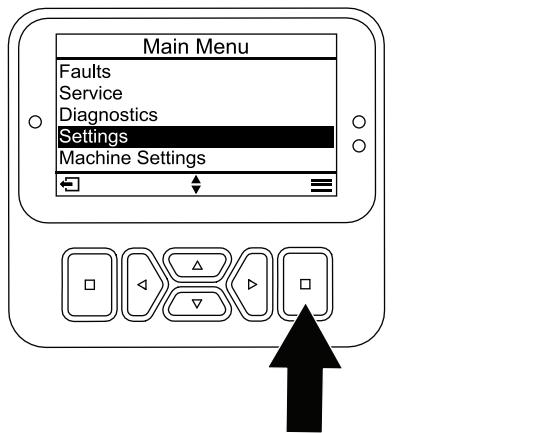

Figure 22
- Depuis le MENU PRINCIPAL, naviguez jusqu'au menu RÉGLAGES et appuyez sur le bouton de sélection (Figure 22).